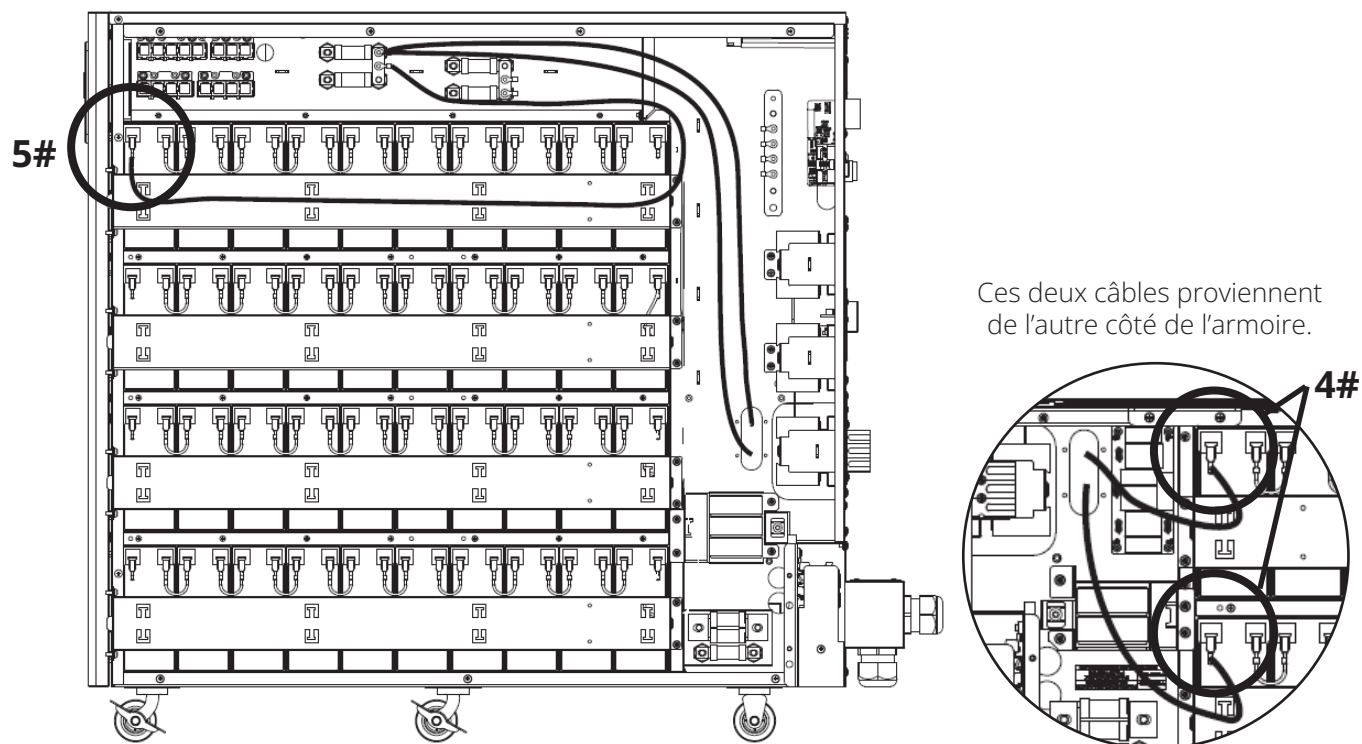

Figure 3-17 : connecter les modules de batteries au fusible négatif.
12. Connecter les bornes négatives des trois modules de batteries au fusible négatif (Figure 3-17).